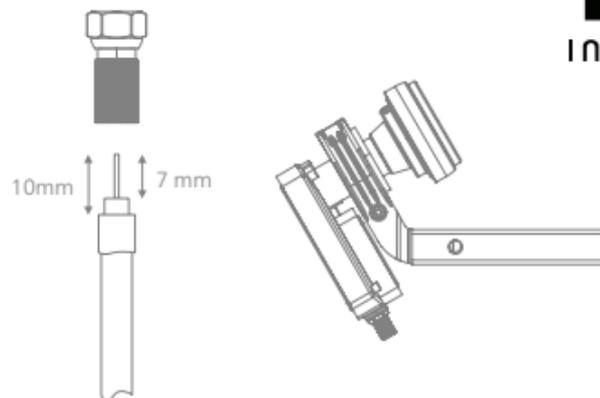

Fig. 4
2. Dénudez l'isolation du câble et vissez la fiche F \* sur l'extrémité du câble (Fig. 4).